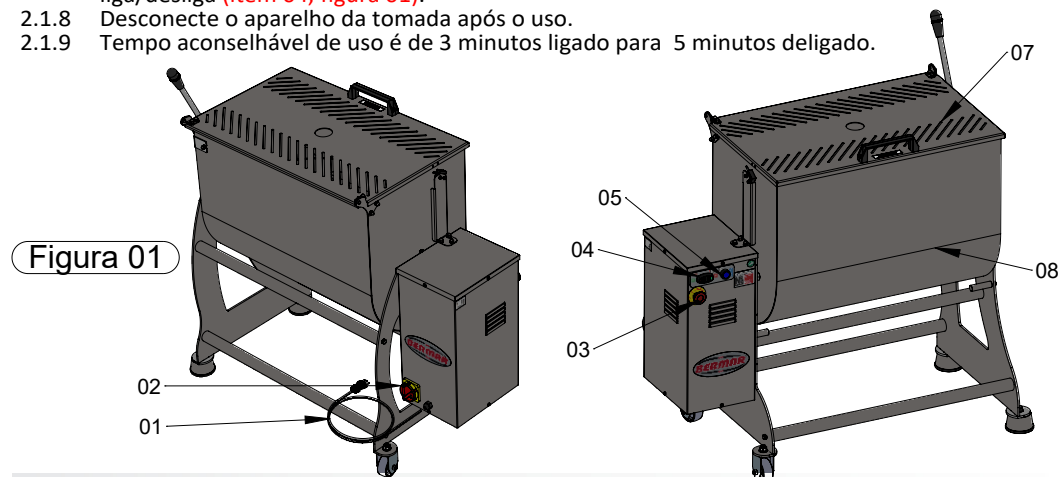
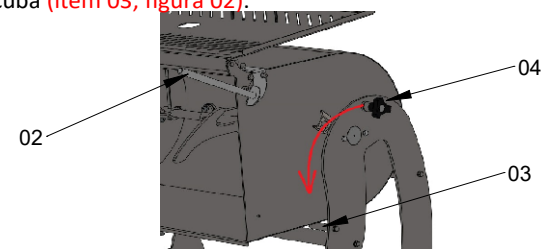

Figura 01
Figura 02
- 2.1.3 Conecte o cabo de energia (item 01, figura 01) na tomada.
- 2.1.4 Verifique se a chave geral (item 02, figura 01) está na posição liga, caso não esteja, coloque-a nesta posição.
- 2.1.5 Com a tampa da cuba fechada (item 07, figura 01), acione o botão rearme (item 05, figura 01), e ligue a máquina no botão liga/desliga (item 04, figura 01), caso não funcione, verifique se o botão de emergência (item 03, figura 01) está acionado, caso afirmativo, desacione o botão, aperte o rearme e ligue a máquina.
- 2.1.6 Na falta de energia, aperte o botão rearme (item 05, figura 01) para retornar ao uso da máquina.
- 2.1.7 Caso seja necessário utilizar o botão de emergência (item 03, figura 01), para retornar o uso da máquina é necessário soltar o botão de emergência girando-o no sentido indicado no botão e acione o botão rearme (item 05, figura 01). Após esse procedimento, acione o botão liga/desliga (item 04, figura 01).
- 2.2.1 Coloque o produto a ser misturado dentro da cuba (item 08, figura 01). Cuidado para não ultrapassar a litragem máxima de 150 litros (95kg por operação, média de 15 minutos, totalizando 380kg/h).
- 2.2.3 Seguindo as normas de segurança, esta máquina não funciona se a tampa da cuba (item 07, figura 01) estiver aberta ou se os sensores (item 06, figura 01) estiverem desalinhados.
- 2.2.4 Para retirar o produto da misturadeira, abra a tampa (item 07, figura 01), puxe o pino de travamento da cuba (item 04, figura 02), e articule a cuba segurando pelo cabo (item 02, figura 02), até encostar na parada da cuba (item 03, figura 02).